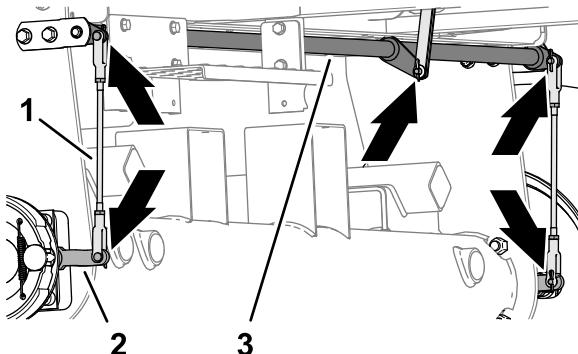

Figura 72
1. Verifique se existem danos e desgaste nos conjuntos da barra dos travões esquerdo e direito (Figura 72).
2. Verifique o veio da articulação dos travões (Figura 72) em relação a danos e desgaste.